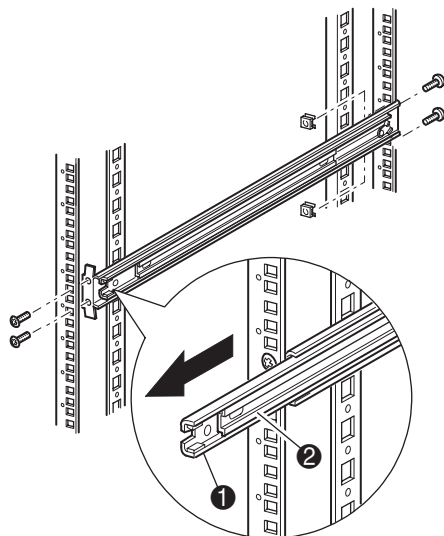

Figure 13 : Installation des rails
3. Installez les deux écrous agrafes coulissants (préalablement marqués à l'aide du gabarit, deux trous au-dessus des trous de vis du support supérieur) sur chacun des montants avant du rack (voir la Figure 13).